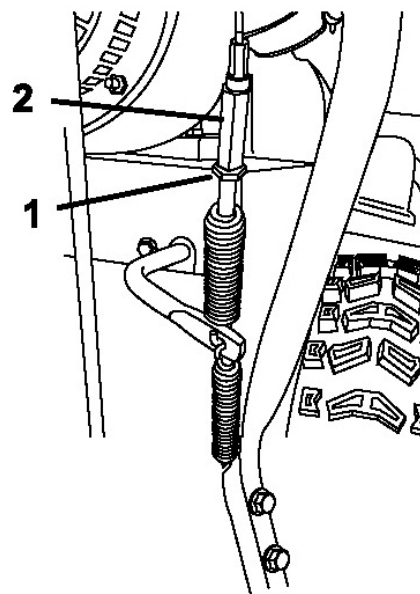

Рисунок 39.
5. Ослабьте контргайку (Рис. 39).
6. Ослабьте или подтяните стяжную муфту, чтобы отрегулировать натяжение троса (Рис. 39).